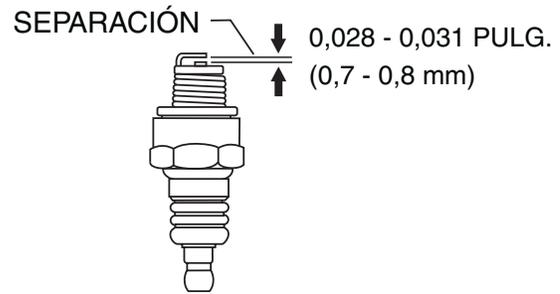

Figura 44. Separación de los electodos de las bujías
1. Retire y limpie la bujía (Figura 44) con un cepillo de alambre si se va a reutilizar. Deseche la bujía si el aislante tiene roturas o picaduras.